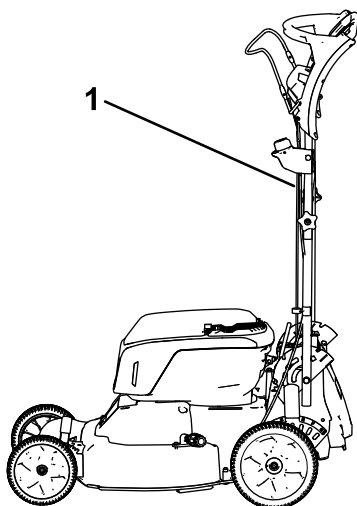

Figure 26
1. Bloquez le guidon en position verticale (Figure 26) ; voir Réglage de la hauteur du guidon \(page 18\).